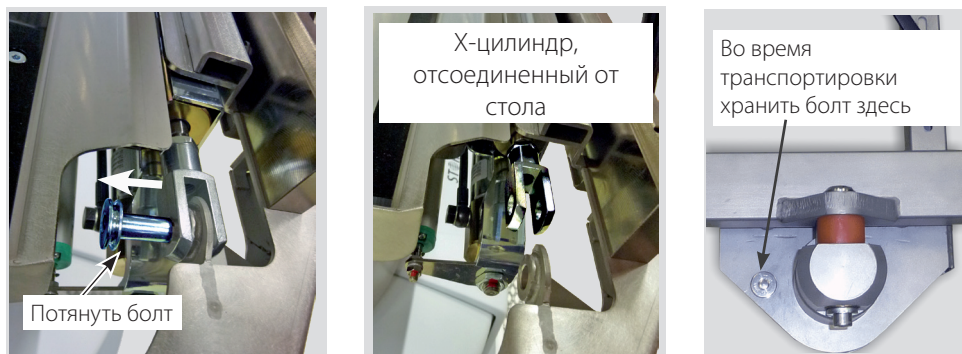

Рис. 13-4 Потянуть болт с откидным фиксатором и оставить в отверстии
- Во время транспортировки X-цилиндр повторно НЕ ФИКСИРОВАТЬ. Для этого держать болт с откидным фиксатором в отверстии транспортировочного крепления (Рис. 13-4 справа).